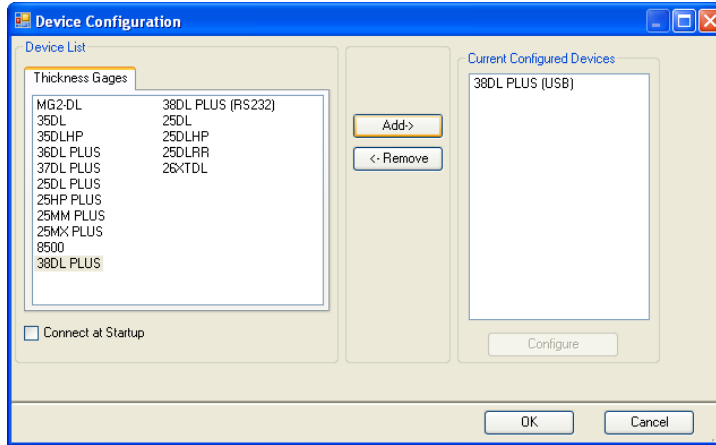

Figura 14-10 Caixa de diálogo Device Configuration (Configuração do dispositivo)
- b) Na caixa de diálogo **Device Configuration** (Configuração do dispositivo) (consulte Figura 14-10 na página 291):
- (1) Na **Device List** (Lista de dispositivos), selecione 39DL PLUS e depois clique em **Add** (Adicionar).